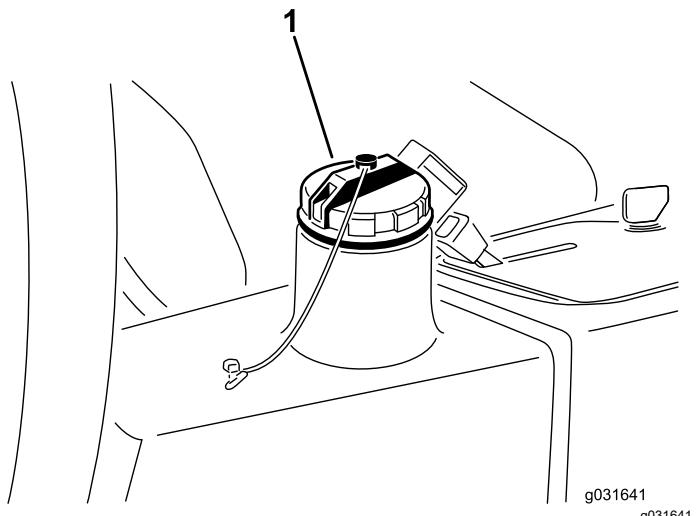

Figure 66
4. Versez environ 13,2 litres de liquide hydraulique dans le réservoir (Figure 66) ; voir Liquides hydrauliques spécifiés \(page 58\) et Contrôle du niveau de liquide hydraulique \(page 59\).